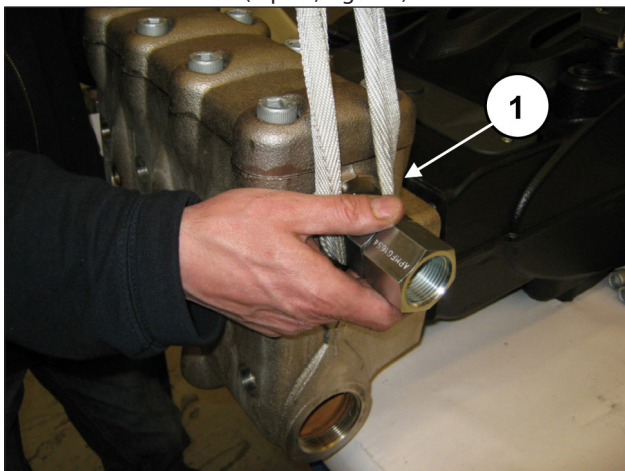
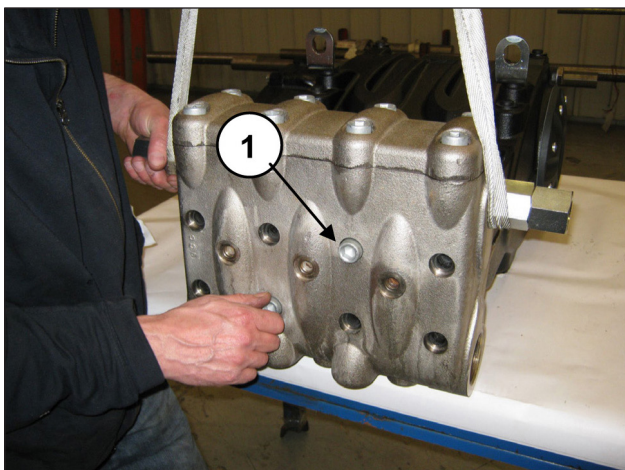

Fig. 135
Fig. 136
Monter la tête hydraulique sur le carter de pompe (rep. ①, Fig. 135) en prenant garde de ne pas heurter les pistons et visser les 8 vis M16x180 (rep. ①, Fig. 136).